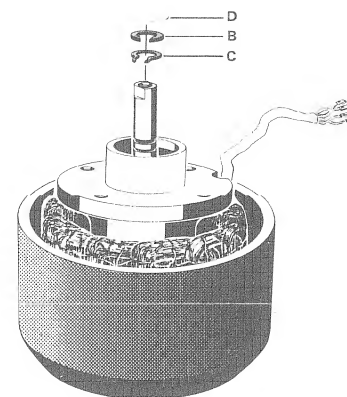

Fig. 4.5.-1
4.5. Wickelmotoren Lager auswechseln (Fig. 4.5.-1)
4.5. Spooling motors, replacement of bearing (fig. 4.5.-1)
4.5. Echange des coussinets du moteur de bobinage (fig. 4.5.-1)